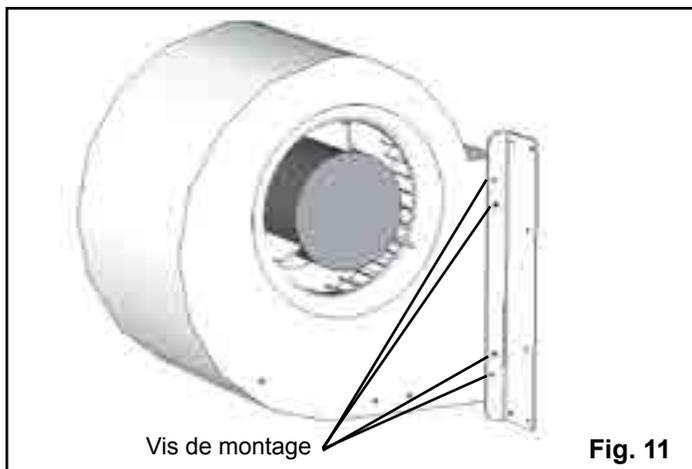
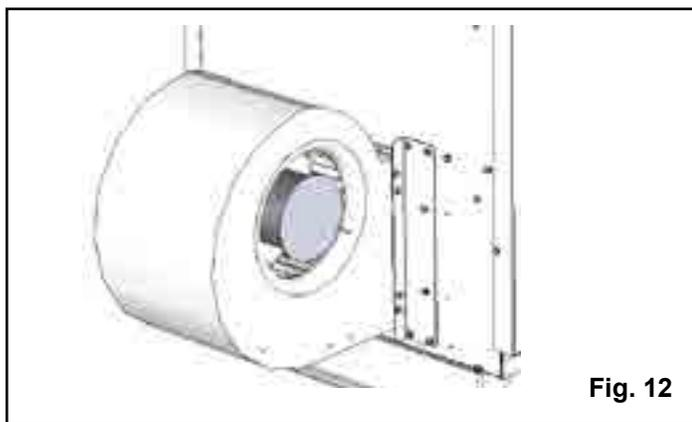

Fig. 11
Fig. 12
Installez les supports de fixation du ventilateur sur le ventilateur, comme illustré à la Fig. 11.
1. Placez quatre (4) vis Tek de chaque côté. Fig. 11. Commencez par les deux vis du milieu.
**REMARQUE:** La sortie d'air du ventilateur comporte deux petits trous qui correspondent aux deux trous situés au milieu de la petite cornière du support du ventilateur. Les deux (2) trous extérieurs sont perforés par les vis Tek.
2. Installez le ventilateur doté des supports sur le chauffage, comme illustré sur la Fig. 12. 6 vis Tek doivent être placées de chaque côté.